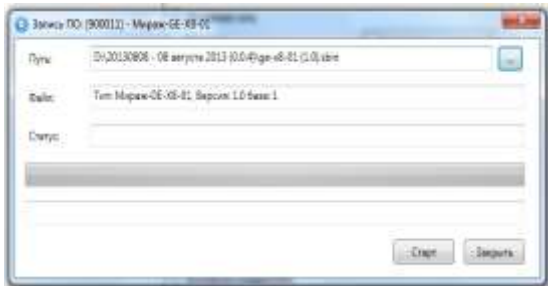
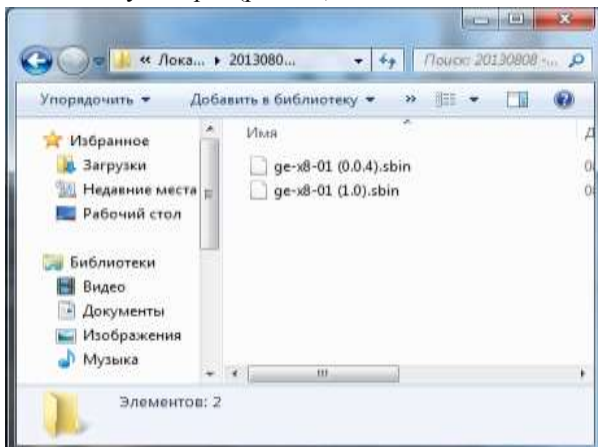

Рис.36. Задание файла прошивки
Рис.37. Выбор файла прошивки
- ✓ в открывшемся окне *Запись программного обеспечения* укажите наименование загружаемого файла прошивки с расширением \*.sbin (рис. 36);
- ✓ для выбора файла прошивки нажмите кнопку  и в открывшемся окне *Открыть* выберите папку, имя файла и нажмите кнопку *Открыть* (рис. 37). В окне *Загрузка программного обеспечения* нажмите кнопку *Старт* (рис. 36);
- ✓ в открывшемся окне *Запись программного обеспечения* укажите наименование загружаемого файла прошивки с расширением \*.sbin (рис. 37);
- ✓ для выбора файла прошивки нажмите кнопку  и в открывшемся окне *Открыть* выберите папку, имя файла и нажмите кнопку *Открыть* (рис. 36);